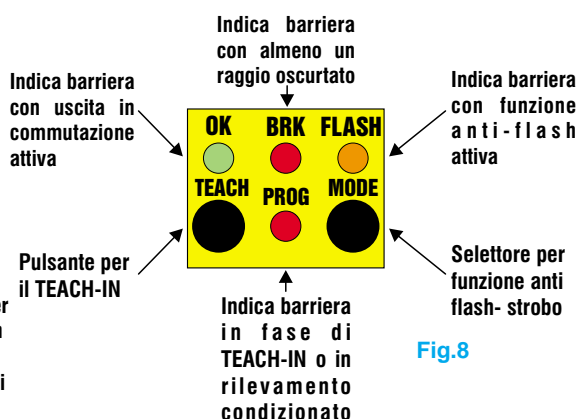

Fig.8
Le informazioni sull'oggetto vengono acquisite dalla barriera grazie ad una procedura di **TEACH-IN** di seguito descritta: posizionare l'oggetto da memorizzare all'interno dell'area controllata, premere per almeno 3 secondi il pulsante **“TEACH”** che si trova sulla testata superiore della sezione Ricevente (RX) (vedi Pag.9 Fig.8). L'abilitazione della fase TEACH IN viene segnalata dall'accensione del LED di colore rosso **“PROG”** posto in prossimità del pulsante stesso. A questo punto si hanno a disposizione 60 secondi per premere nuovamente il pulsante così da effettuare la memorizzazione. Trascorsi altri 3 secondi, dalla pressione del pulsante, il LED inizia a lampeggiare velocemente ad indicare che l'area è stata memorizzata. A questo punto è possibile premere una terza volta il pulsante per attivare la **“Tolleranza”** di misura di un raggio rispetto all'area acquisita oppure attendere dopo circa 6 secondi il lampeggiare lento del LED ad indicare il termine della procedura di apprendimento. Per attivare la tolleranza è necessario che il raggio estremo opposto al connettore non sia oscurato dall'oggetto. La tolleranza di misura risulta essere utile per quelle applicazioni dove eventuali vibrazioni od imprecisioni rendono instabile il posizionamento dell'oggetto sul quale è stato effettuato il TEACH IN. L'acquisizione della maschera può anche avvenire oscurando più raggi non tutti contigui, è quindi possibile memorizzare più oggetti contemporaneamente oppure singoli oggetti con forme irregolari. Durante tutta la procedura di TEACH IN l'uscita in commutazione della Barriera è inattiva OFF. Il TEACH IN può essere ripetuto più volte durante il normale funzionamento del dispositivo. Le informazioni acquisite durante il TEACH IN rimangono memorizzate anche dopo lo spegnimento del dispositivo. Per rendere attiva l'intera area controllata dalla barriera effettuare un TEACH IN assicurandosi che tutti i raggi siano liberi (rilev. su presenza led **“PROG”** spento).